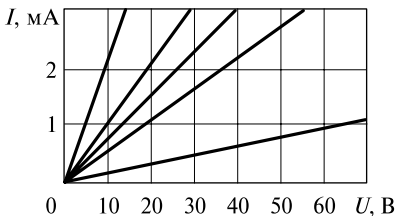

Рис. 1.8. К задаче 1.47
1.47. На рис. 1.8 приведены зависимости тока от напряжения для пяти резисторов. Определить сопротивления резисторов, напряжения на них при токе 1 А.